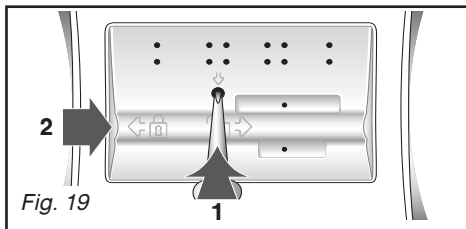

Fig. 19
- déverrouillez cette pièce (Fig. 19).